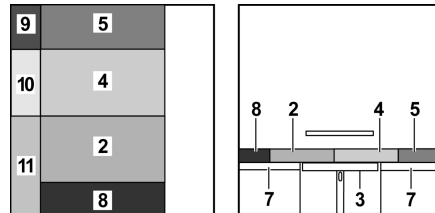

Bild 107 Nach dem Umbau
- Die Sitzpolster (Bild 107,2 und 4) nach vorn und zur Mitte ziehen.
- Das Rückenpolster (Bild 107,5) zwischen das Sitzpolster und die Wand legen.
- Das Zusatzpolster (Bild 107,8) zwischen das Sitzpolster und die Wand legen.
- Die Zusatzpolster (Bild 107,9, 10 und 11) zwischen die Polster auf dem Tisch und der Sitzplatte und die Wand legen.